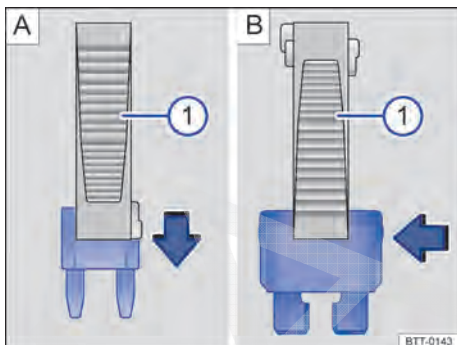

Fig. 269 Remover ou instalar um fusível com a garra da pinça de plástico .
- Se necessário, retirar a pinça de plástico ⇒ Fig. 269  da cobertura da caixa de fusíveis.
- Em caso de *fusíveis pequenos*, encaixar a garra  por cima ⇒ Fig. 269 A.
- Em caso de *fusíveis maiores*, empurrar a garra  lateralmente sobre o fusível ⇒ Fig. 269 B.